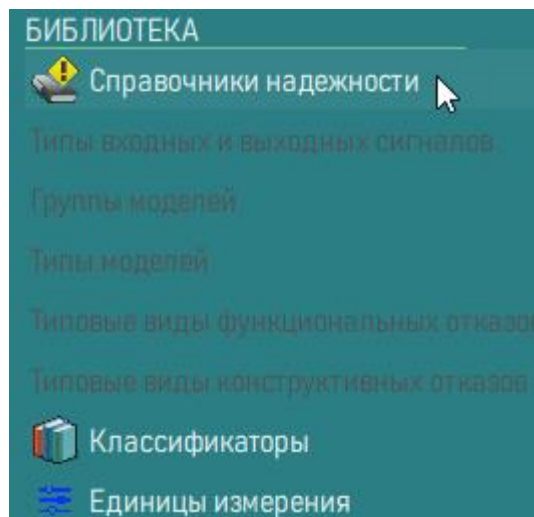

Рисунок 56 – Секция «Библиотека» кнопка «Справочники надежности»
3) На открывшейся панели в секции «Библиотека» нажать кнопку «Справочники надежности» (рисунок 56).